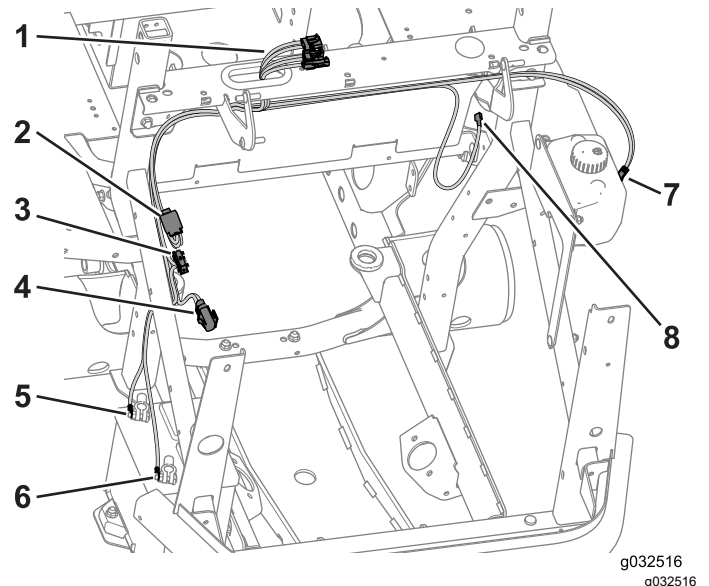

Figura 39
1. Enrute los 3 conectores de la cabina por el anillo de goma (**Figura 39**).
2. Enrute el cable eléctrico auxiliar a través del soporte del bastidor, hacia abajo por el tubo del ROPS y hacia los controles del operador (**Figura 39**).
3. Enrute el cable del lavaparabrisas a través del soporte del bastidor, hacia abajo por el tubo del ROPS y hacia el depósito del lavaparabrisas (**Figura 39**).